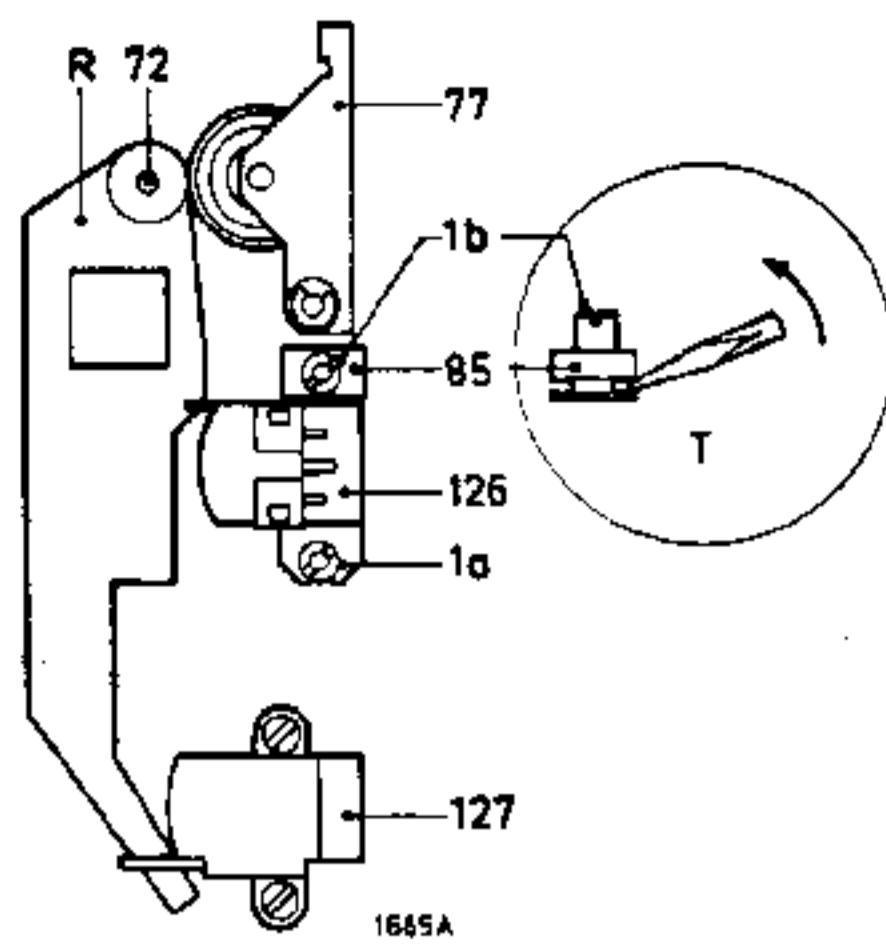

Fig. 12
Instellingen van O/W-kop 126 (zie fig. 12)
- . Plaats mal R (4822 402 60245) over toonas 72 v.lgs. fig. 12.
- . Als de O/W-kop in de juiste stand staat, zal de mal R precies tussen de bandgeleiders van beide koppen schuiven. Stel de vertikale stand van O/W-kop in m.b.v. moertje 1b en verbuig eventueel horizontale stand van blokje 85 (zie fig. 12 bij T). Lak dan moertje 1b af.